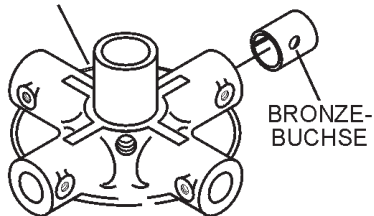

Abbildung 44. Bronzebuchsen
4. Die Bronzebuchse des Glättarms (Abbildung 44) untersuchen und bei Bedarf reinigen. Unrunde oder abgenutzte Buchsen ersetzen.